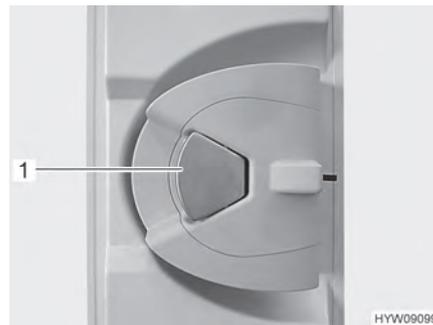

Fig. 32 Cerradura de la puerta
Abrir: ■ Cuando la cerradura de la puerta está bloqueada: Tirar una vez del tirador de la puerta (Fig. 32,1). La puerta está desbloqueada.
■ Tirar del tirador de la puerta (Fig. 32,1). La puerta está abierta.
Bloquear: ■ Presionar el tirador de la puerta (Fig. 32,1).